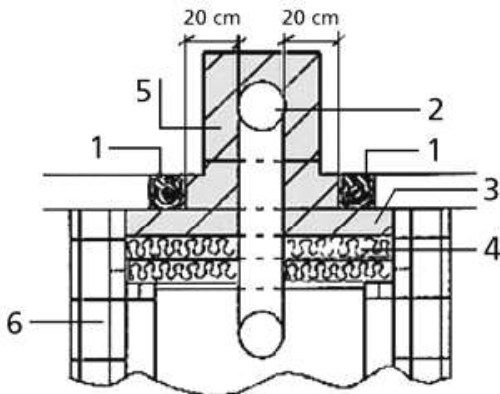
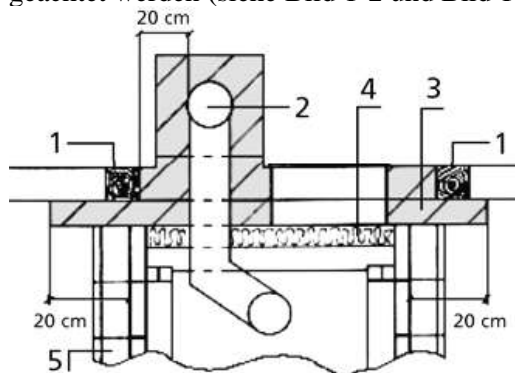

Bild 1-2 Ummauerung von Bauteilen,
Bild 1-3 Ummauerung von Bauteilen,
Müssen im Stellbereich Ihrer Ofenanlage die oben aufgeführten Bauteile gegen Erwärmung geschützt werden, muss eine Brandschutzwand entsprechend Bild 1-2 oder Bild 1-3 mit folgenden Eigenschaften vorgemauert werden:
- Dicke der Isolierung entsprechend der Wärmedämmung innerhalb des Ofens (Bild 1-2).
Bereich von Stahl /Stahlbetonstützen muss ebenfalls auf eine 20 cm breite, allseitig mineralische Ummauerung des Rauchrohres geachtet werden (siehe Bild 1-2 und Bild 1-3).